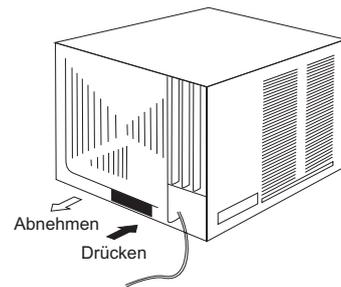

Abb. 21
2. Rahmen am Haltegriff festhalten und Rahmen mit sämtlichen darin enthaltenen Bauteilen vom Gehäuse trennen (Vorsicht, die Kabel dürfen nicht von der Leiterplatte getrennt werden (siehe Abb. 21)).
4. Unterbau und sämtliche darin enthaltenen Bauteile auf gleiche Höhe im Gehäuse drücken (siehe Abb. 21).